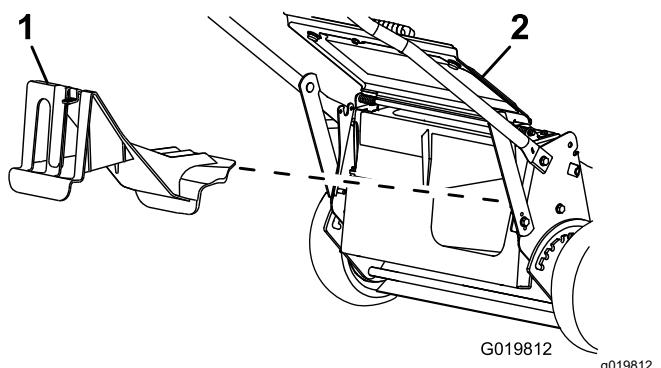

Bild 20
- Wenn die Heckauswurfklappe nicht eingesetzt ist, fassen Sie sie am Griff an, heben das Heckablenkblech an und setzen den Heckauswurfkanal ein, bis der Riegel arretiert, siehe Bild 20.